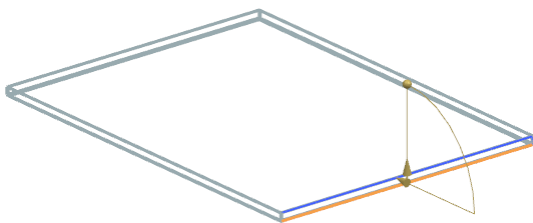

图 11-173 选择弯边
(9) 选择弯边, 同时在视图区预览显示所创建的弯边, 如图 11-173 所示。设置“宽度选项”为“完整”, “长度”为 9, “角度”为 90, “参考长度”为“外部”, “内嵌”为“材料内侧”, 在“折弯止裂口”和“拐角止裂口”下拉列表框中选择“无”。